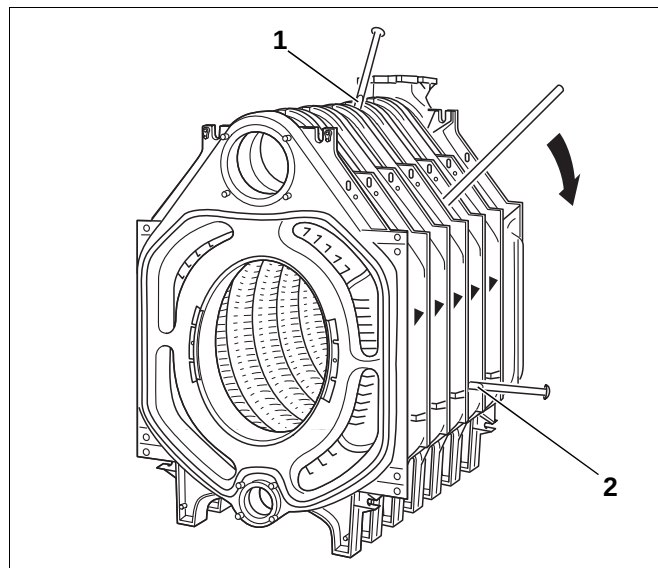

Fig. 24 Deling av kjelblokken
- Del kjelen på det utette stedet ved å slå inn flate kiler eller meisler på de tilsvarende stedene (fig. 24, **pos. 1 og 2**, oppe og nede mellom elementene).